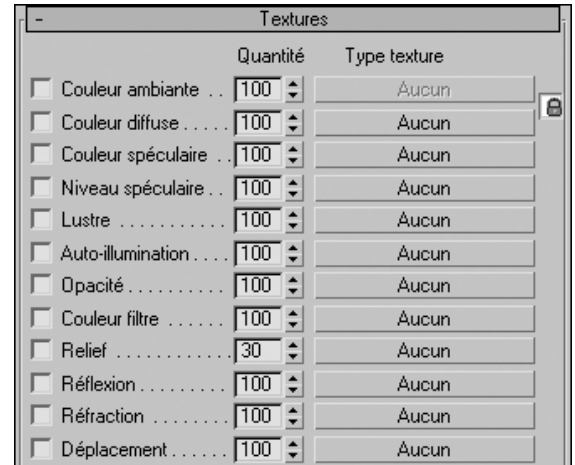

Fig.9.22
**Douze canaux de textures sont disponibles pour créer un matériau texturé réaliste (fig.9.22). Il s'agit de :**